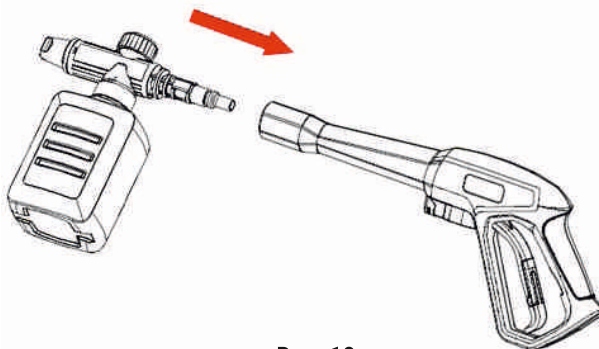
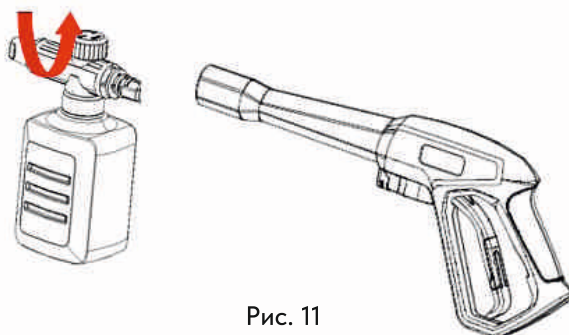

Рис. 10
Рис. 11
- Затем установите на пистолет как показано на Рис.10 и Рис.11. Объем подачи моющего средства можно регулировать с помощью регулятора расположенного в верхней части насадки.